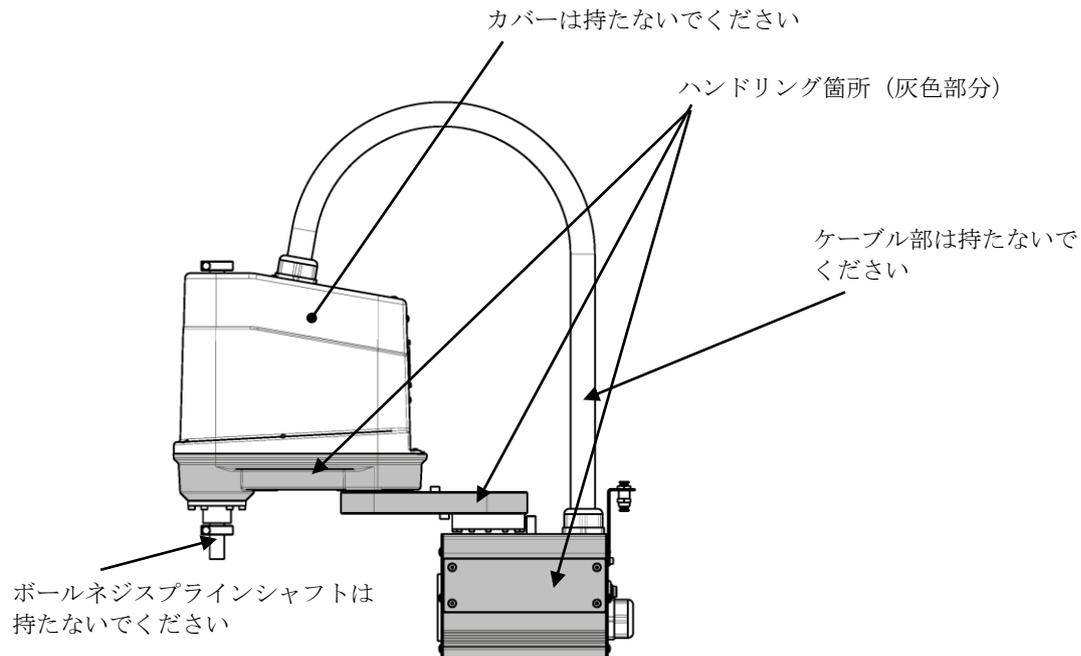

図 3.6 ロボットハンドリング箇所 (KHL-300、KHL-400)
- ・ ロボットを人手により持ち上げる際は、図 3.6 における灰色部分に手をかけてください。第 2 アームカバー部やケーブル部やボールネジスプラインシャフトを持つと過大な力がかかり故障の原因となります。